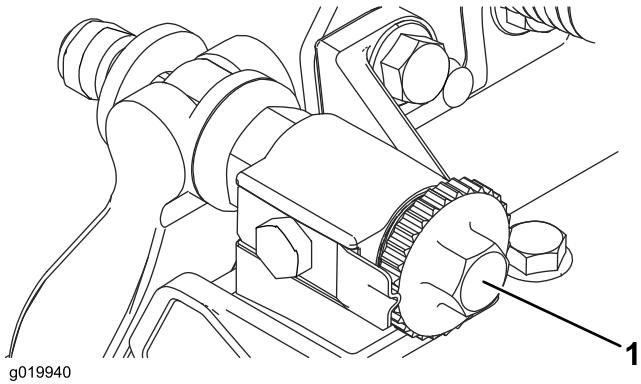

Рисунок 8
- Поверните регулировочные винты планки неподвижного ножа против часовой стрелки, чтобы планка не касалась барабана (Рисунок 8).